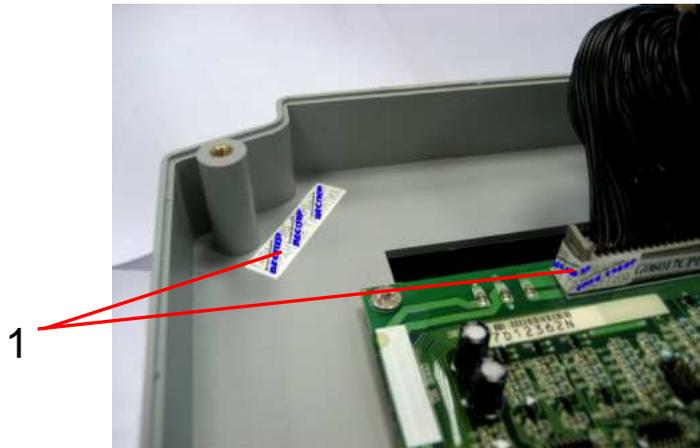

Рис. 8.3. Положение ремонтных гарантийных наклеек.
- 8.15. Наклеить ремонтные гарантийные наклейки 1 в соответствии с рис. 8.3.